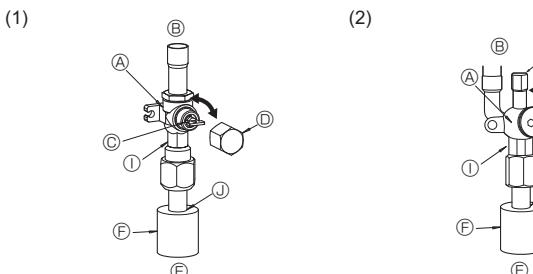
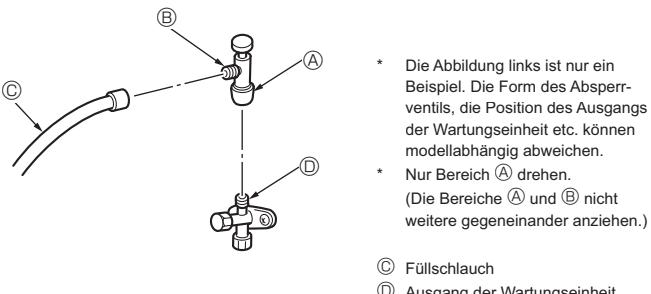

Fig. 4-6
Fig. 4-7
- (1) Gasseite (Fig. 4-6)
- ① Entfernen Sie die Kappe, ziehen Sie den Griff zu sich und drehen ihn zum Öffnen 1/4 Drehung nach links.
- ② Prüfen Sie, ob das Absperrventil vollständig geöffnet ist, drücken Sie den Griff zurück und setzen Sie dann die Kappe wieder auf und schrauben sie fest.
- (2) Flüssigkeitssseite (Fig. 4-7)
- ① Entfernen Sie die Kappe und drehen Sie die Ventilstange mit einem 4 mm-Schraubenschlüssel bis zum Anschlag gegen den Uhrzeigersinn. Hören Sie auf zu drehen, wenn der Anschlag erreicht ist.